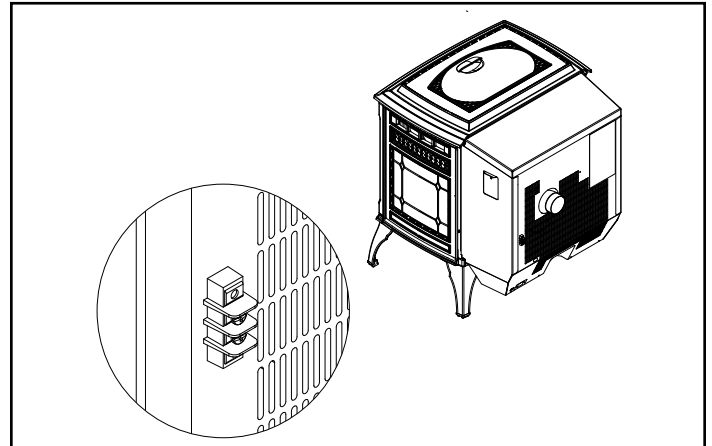

Figure 23.1
2. Connectez le fil du thermostat aux deux vis centrales du bornier du poêle. **(Figure 23.1)**
Il y a un bornier à 4 vis situé sur le coin inférieur gauche arrière du poêle directement au-dessus de l'entrée du cordon d'alimentation. Les 2 vis centrales sont pour les fils du thermostat **(Figure 23.1)**.